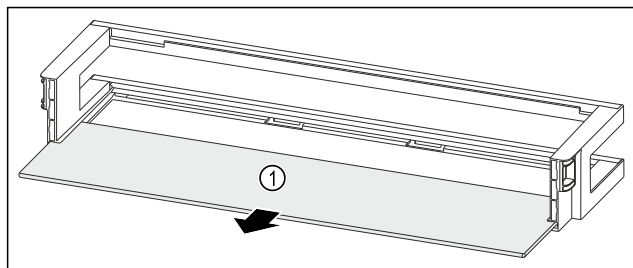

Fig. 89 Balconcino controporta con ripiano
- Rimuovere il ripiano Fig. 89 (1).